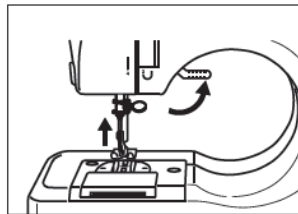

Fig.7
2. Emelje fel a talpat és helyezze be az anyagot alá. (Fig. 7)